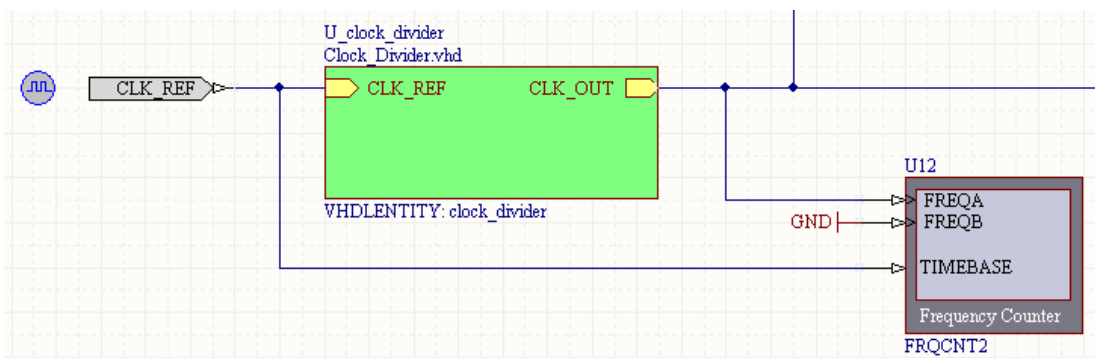

図 32 シンプルカウンタのデザインに配置され、接続された周波数カウンタ
4. 計器を接続します (図 32 参照)。GND ポートを配置します。計器の FREQA ピンに直に接続されていますが、このチャンネルは使用していません。